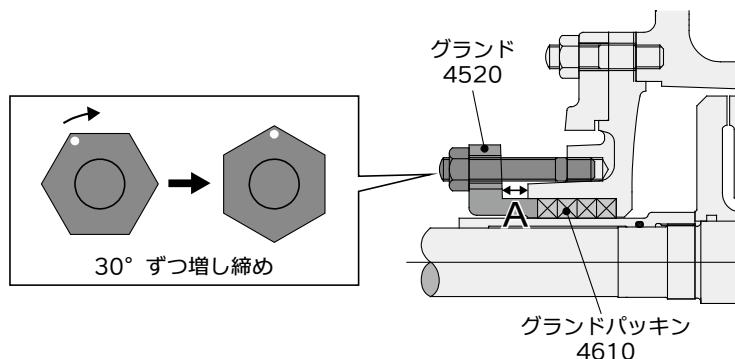

図 4.4-1 グランドの増し締め
経年的な漏れ量の増加に対して、グランド(4520)の増し締めにて調整する場合は、図 4.4-1 の A 部分の上下左右の隙間を測りながら、ナットを均等に最大 30° ずつ交互に締め込んで調整してください。増し締めを行っても漏れ量が減少しない場合、または過熱する場合は、グランドパッキン(4610)の取り替えを行うか(5.2 項 (5) 参照)、パッキンスリーブ(5240)を点検してください。